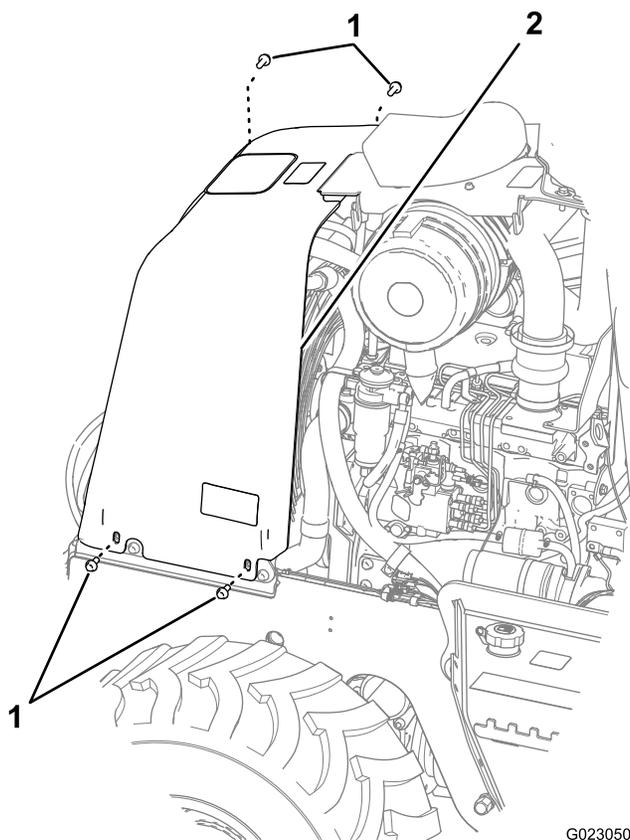

Figura 39
3. Remova os 4 parafusos na parte inferior do painel, do lado esquerdo e direito (Figura 39).